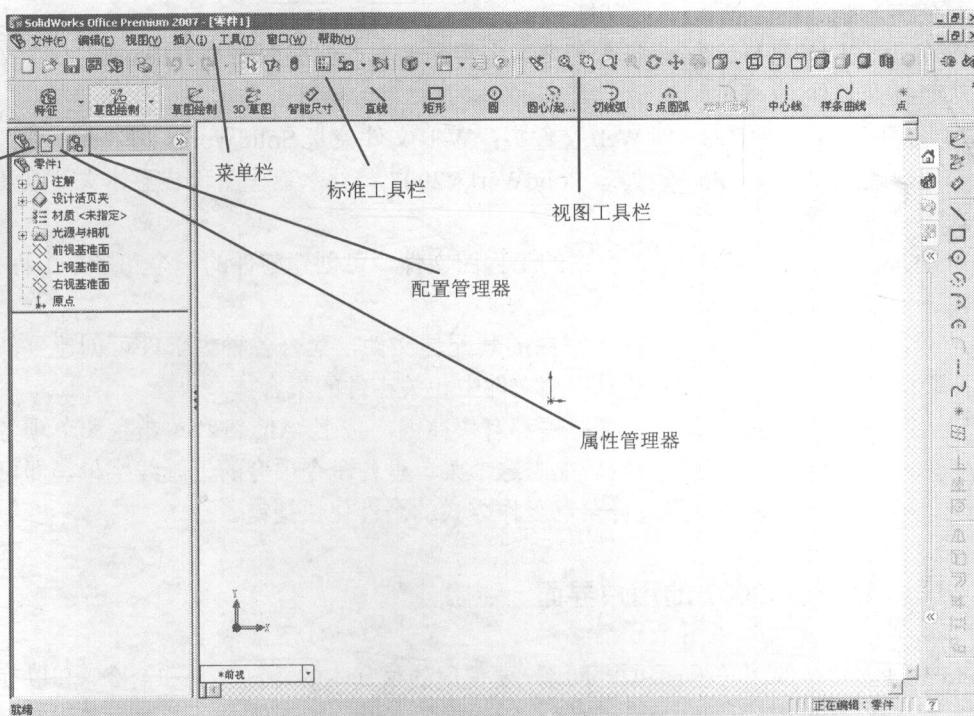

图 1-1 SolidWorks 2007 平台视图
SolidWorks 2007 的用户界面包含了用户要使用的最基本的各种工具和命令，和以往的版本相比，它提供了更灵活、更人性化的用户操作界面。设计者不仅充分考虑到了初级用户的使用需求，还兼顾了老用户的操作习惯。对于初级用户，SolidWorks 2007 不仅在新建文件操作中提供了详细的操作向导，同时还为操作界面提供了一套非常适用于初级用户使用的“命令管理器（Command Manager）”，它将众多纷繁杂乱的工具栏通过“命令管理器”来进行管理，使得所有命令之间更具有联系，也更加清晰、更具层次性。同时也让整个操作界面更加紧凑，为视图绘制区的操作留下更多的可视面积，如图 1-1 所示。而对于老用户，SolidWorks 2007 依然保留了以往的使用界面。
在 SolidWorks 2007 中除了提供多样的菜单栏和工具栏，同时还有功能强大的特征管理器设计树、属性管理器及配置管理器，如图 1-1 所示。
(1) 下拉式菜单。SolidWorks 2007 菜单延续了 Windows 界面操作惯例，单击如图 1-1 所示的菜单栏中的主菜单，可以弹出包括子菜单、指示项目是否被激活的复选标记等的下拉式菜单，用户可通过菜单访问所有的 SolidWorks 2007 命令。
(2) 快捷菜单。在处理草图、模型、装配体或工程图时，可以使用快捷菜单中的各种工具和命令。当将光标拖动至模型中的几何体、特征管理器设计树中的项目或 SolidWorks 2007 的窗口边框上时，右击即会弹出快捷菜单。快捷菜单提供了一种高效的工作方式，而不需要随时将指针移到主菜单或工具栏上选取命令。使用快捷菜单，可以进行以下操作：